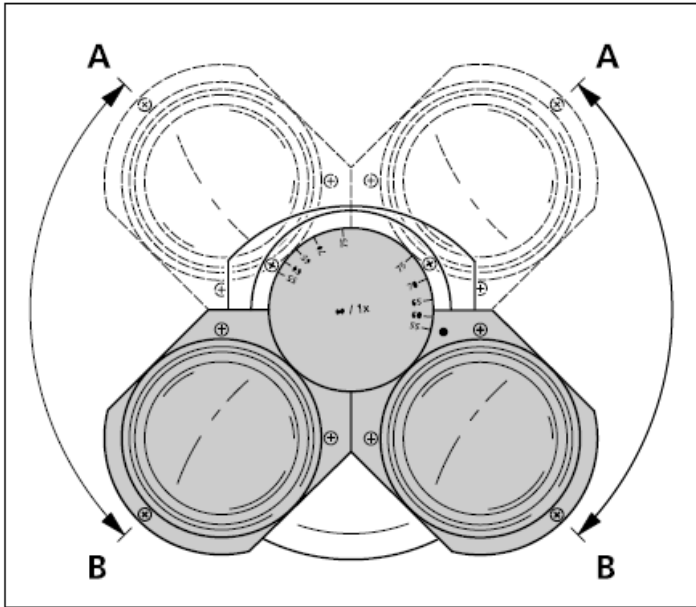

图. 2-9 设置观察筒的观察高度
- 通过调节两个目镜筒的至最上(图 2-9/A)或最小(图 2-9/B)可以改变观察高度